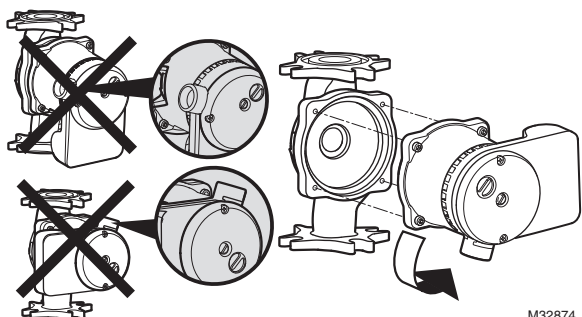

Fig. 7. Modification de la position de conduit sur la pompe.
- Il est recommandé d'installer la pompe de sorte que la connexion de conduit pointe vers le bas (voir la Fig. 7).
- Pour modifier le lieu d'entrée du câblage dans la pompe, soutenir le moteur tout en retirant les quatre (4) vis sur le moteur à l'aide d'une clé hexagonale en L de 5/32 po (4 mm).